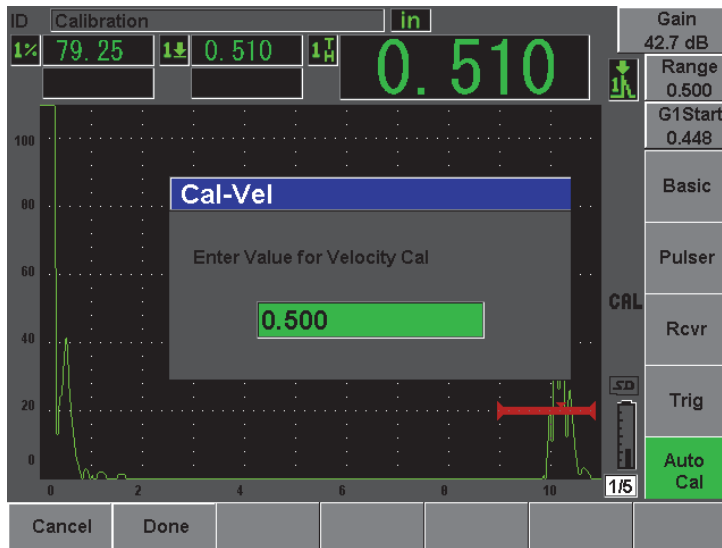

Figure 10-9 Entrée de la valeur d'épaisseur pour étalonnage de la vitesse
16. Entrez l'épaisseur connue de l'indication dans la porte (12,5 mm ou 0,500 po dans cet exemple) dans la boîte **Cal-Vel** (ÉtalVit), et puis sélectionnez **Done** (Terminé) pour continuer l'étalonnage (voir la Figure 10-9 à la page 168).